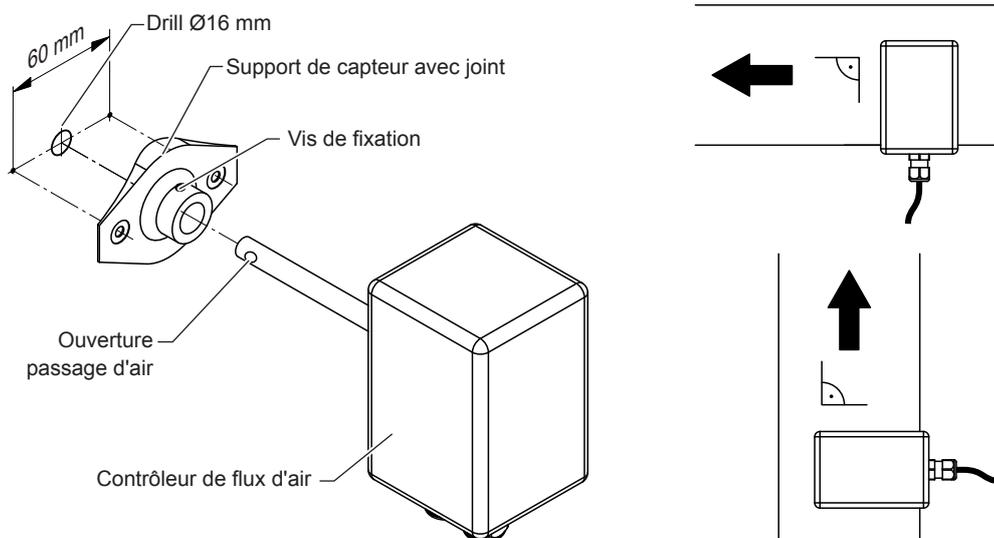

Fig. 24: Montage du contrôleur de flux d'air
3. Pousser la tige du capteur du contrôleur de flux d'air jusqu'à la butée dans le support de capteur. Aligner l'ouverture passage d'air de manière à ce qu'elle pointe exactement dans la direction du flux d'air. L'ouverture passage d'air pointe dans la direction du flux d'air si le côté du logement de capteur est aligné  $90^\circ$  à la direction de flux d'air (voir Fig. 24). Fixer ensuite le contrôleur de flux d'air avec la vis de fixation.